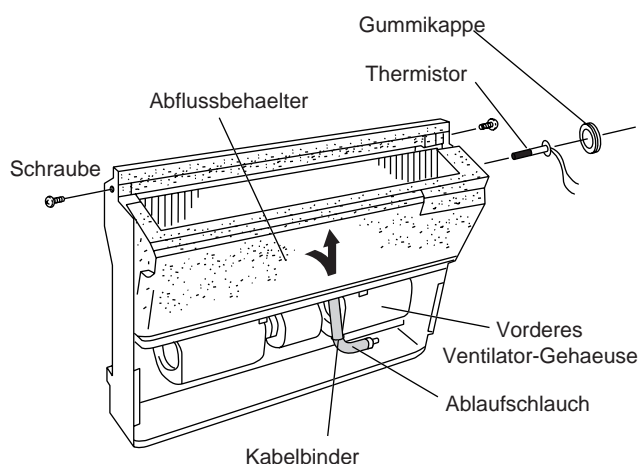

Abb.10
(4) Entfernen Sie die 2 Schrauben, mit denen der verdampfer befestigt ist (Abb. 10)
(5) Entfernen Sie die Gummikappe, und ziehen Sie den Thermistor auf den Verdampfer (Abb. 10)
(6) Schneiden Sie den Kabelbinder durch, mit dem der Ablaufschlauch am vorderen Gehäuse des Ventilators befestigt ist. (Abb.10)
(7) Der Verdampfer ist in den Abflussbehälter eingebaut. Ziehen Sie den Abflussbehälter zusammen mit dem Verdampfer in Pfeilrichtung heraus (Abb. 10)